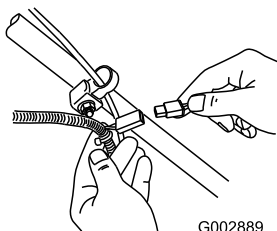

Figura 22
1. Ligue o carregador à cablagem sob a chave da ignição (Figura 22).